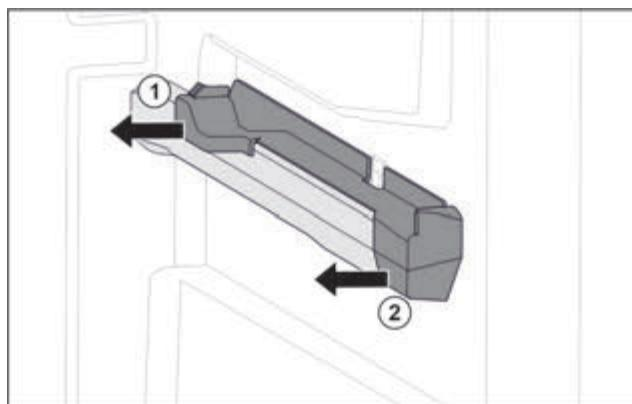

Fig. 107 Вставна частина на правому ребрі для резервуару
- Відсунути вставну частину назад вбік. Fig. 107 (1)
- Відсунути вставну частину вперед вбік. Fig. 107 (2)